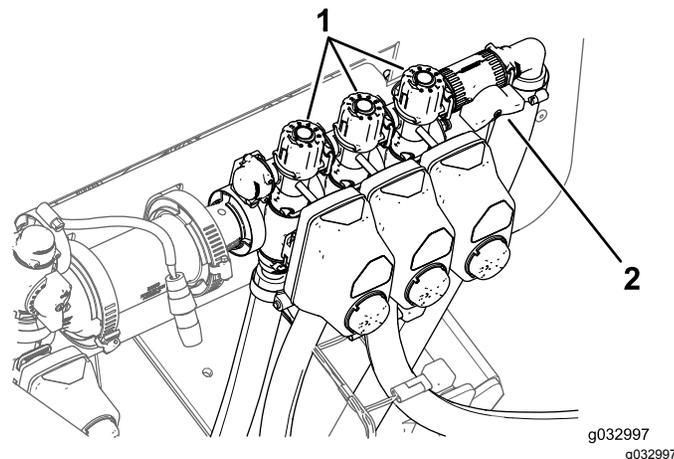

Figura 48
9. Desactive el brazo izquierdo y ajuste el mando de desvío del brazo (Figura 48) hasta que la presión indicada coincida con el valor anterior.
11. Ajuste el mando de desvío del brazo derecho (Figura 48) hasta que la presión indicada coincida con el valor anterior.
13. Ajuste el mando de desvío del brazo central (Figura 48) hasta que la presión indicada coincida con el valor anterior.